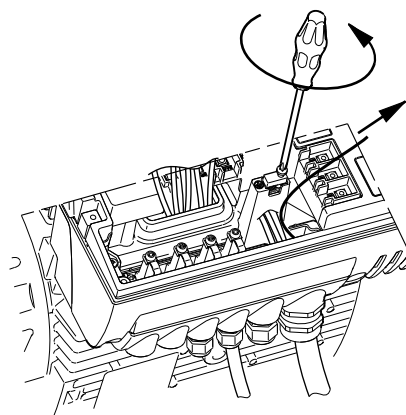

Рис. 60 Снятие проводника защитного заземления
5. Снимите проводник защитного заземления с клеммы PE. См. рис. 60.